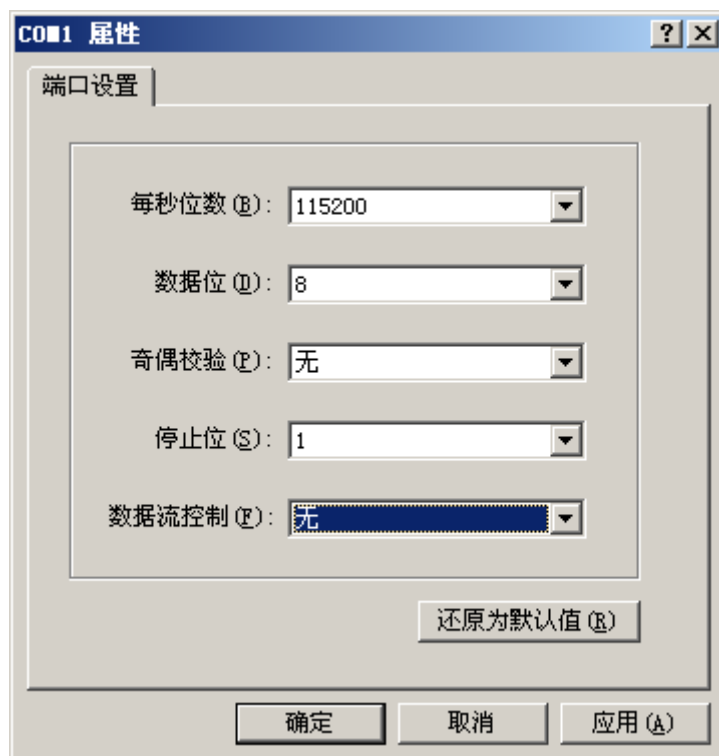

图 7.6 串口连接终端 3
③在弹出的串口中设置每秒位数为 115200，数据位为 8 位，校验位为无，停止位为 1，数据流控制为无，点确定，如图 7.6 所示：